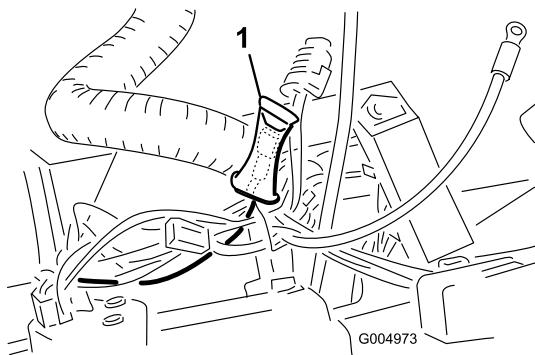

Figure 24
5. À l'intérieur du panneau de commande, localisez le fil rose muni du connecteur et protégé par une bulle de plastique (Figure 24).
8. Acheminez l'autre extrémité du faisceau sous le support de cadre arrière, vers le côté gauche de la machine tout en insérant les clips des fils du faisceau dans les trous situés sur la face inférieure du support de cadre arrière (Figure 24).